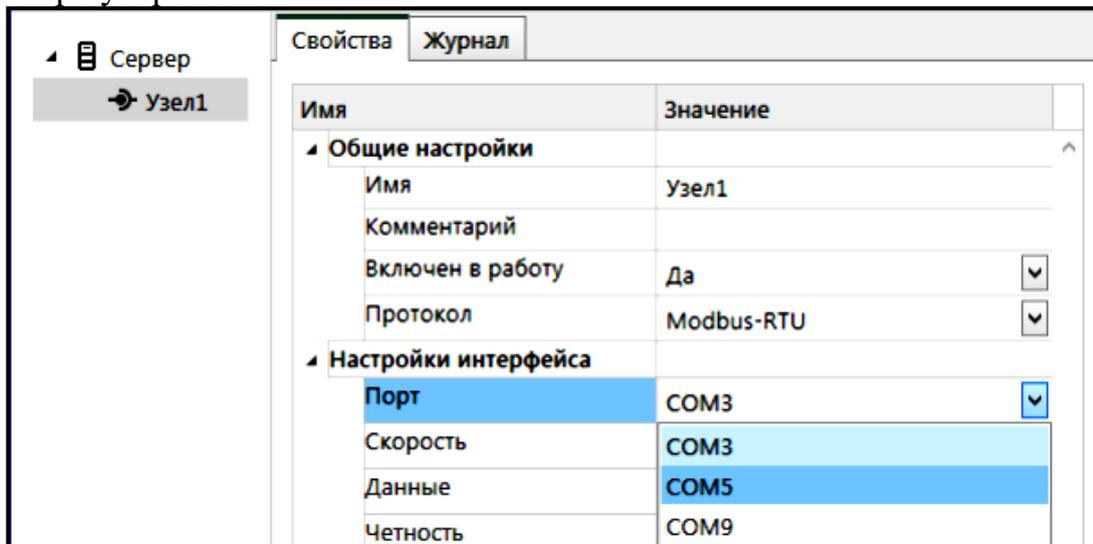

Рисунок 6. Выбор COM порта
3. В выпадающем списке "Порт" выбрать порт, к которому подключено устройство (рис. 6). Уточнить номер COM порта и его характеристики можно в диспетчере устройств.